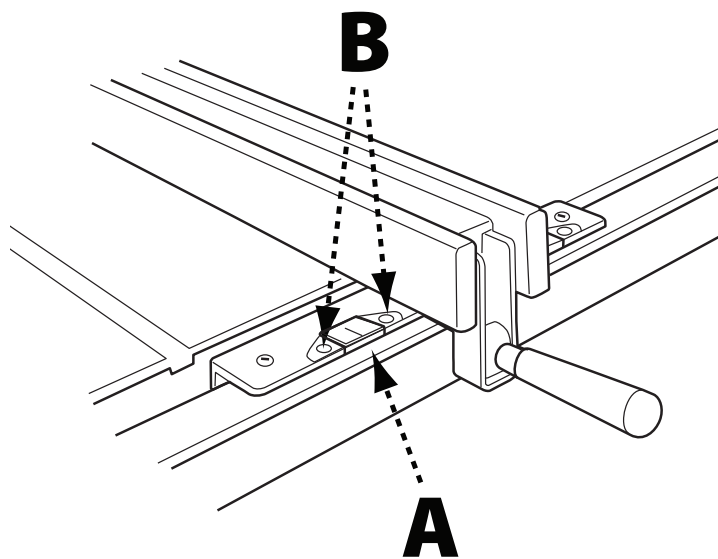

FIGURA 17
La distancia a que la guía está de la hoja de la sierra está indicada por el puntero (A) (Figura 17). Para comprobar la posición del puntero: